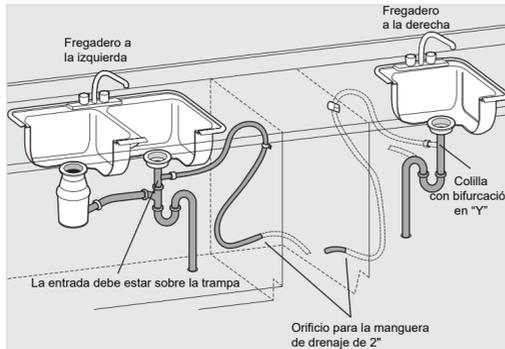

Figura 5
- Si conecta al desagüe del fregadero, la entrada debe estar sobre la trampa. Un kit de colilla y conector con bifurcación en "Y", no incluido, facilita la aplicación de este método e incluye todos los accesorios e instrucciones necesarios. Véase la figura 5.